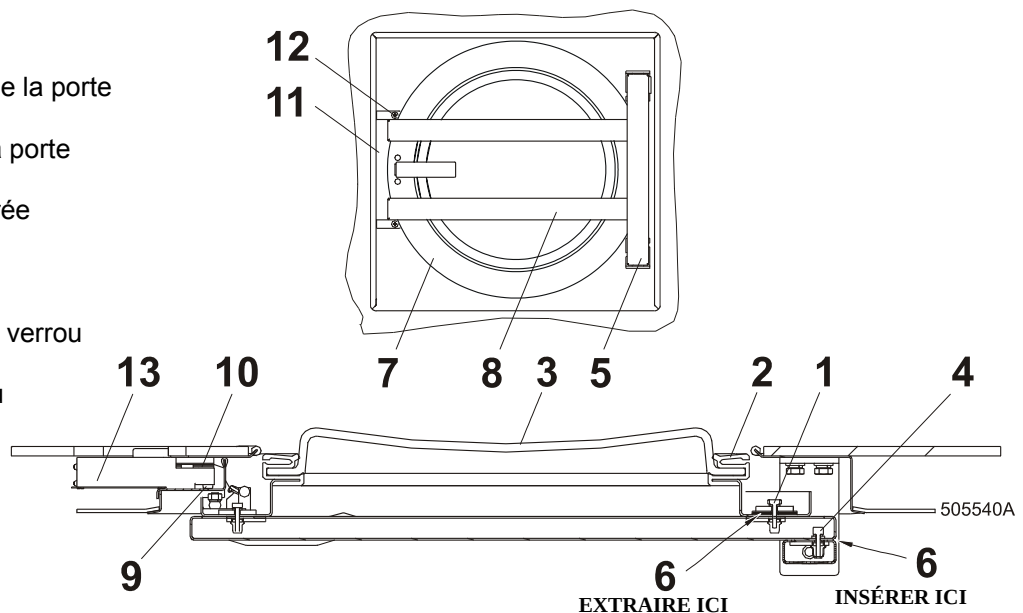

Fig. 5.2.1.B Fixation des port
1. Ouvrez la porte. Le verre de la porte (fig. 5.2.1.A, B, pos. 3) avec le joint (2) démontez en tirant le joint pour le faire sortir du cadre pressé en inox de la porte. Tirez le joint vers le tambour. Veillez à ne pas endommager le verre.
2. Otez le joint (2) du verre de la porte
4. Appliquez l'eau savonneuse sur la rainure du joint (2). Mettez la corde sur tout le périmètre de la rainure. Serrez le bord par la corde et mettez les sur l'arete de la porte (5) par la partie concave vers le tambour. Un bout de la corde tenez par la main sur la porte. Pour bien fixer le joint dans sa position, tirez l'autre bout de la corde vers le centre du verre de porte.